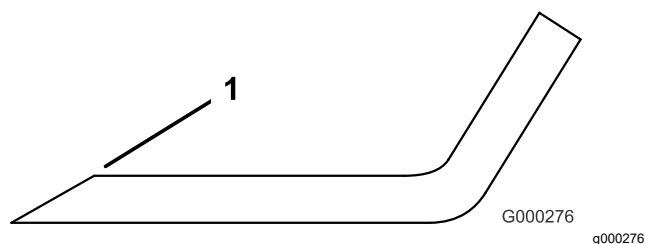

图 85
3. 检查所有刀片的刀刃如果已经变钝或出现裂口应打磨刀刃图 85。
注意 仅打磨刀刃的边缘并保持最初的切割角度以保证锋利度图 85。如果您从两片刀刃上磨掉相同量的材料刀片会保持平衡。